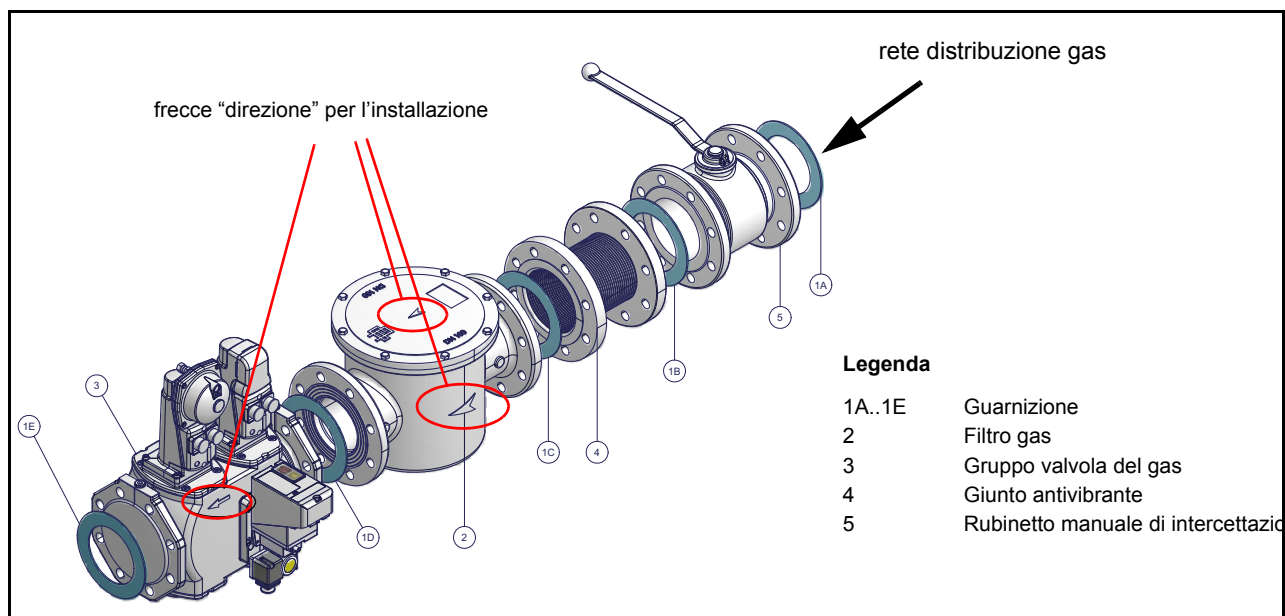

Fig. 7 - Esempio di rampa gas
- 1-b) nel caso di giunti flangiati: interporre tra un componente e l'altro, una guarnizione (n. 1A..1E - Fig. 7) compatibile con il gas utilizzato,
ATTENZIONE: una volta montata la rampa secondo lo schema riportato in Fig. 7, deve essere effettuata la prova di tenuta del circuito gas, secondo le modalità previste dalla normativa vigente.